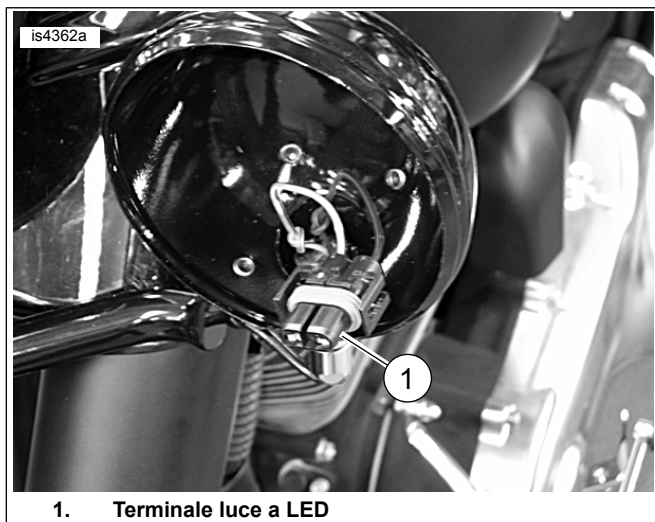

Figura 2. Terminale luce a LED ausiliaria
8. Vedere Figura 2 Posizionare l'anello di appoggio interno sulla lampadina. Collegare la lampadina al connettore dell'elemento (1).